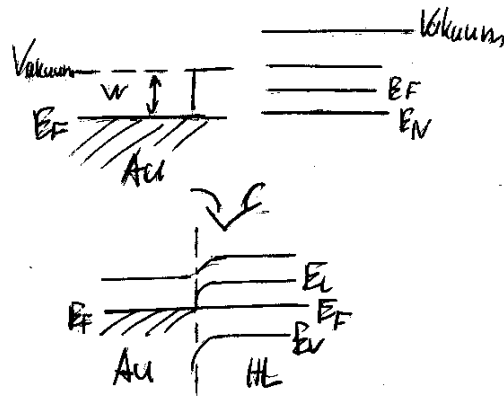

Abbildung 27: Ausgleich des Fermi-Potentials bei 2 unterschiedlichen Materialien
- 2 unterschiedliche Materialien (Abbildung 27) .. es muss das chemische Potential (die Fermi Energie) ausgeglichen werden